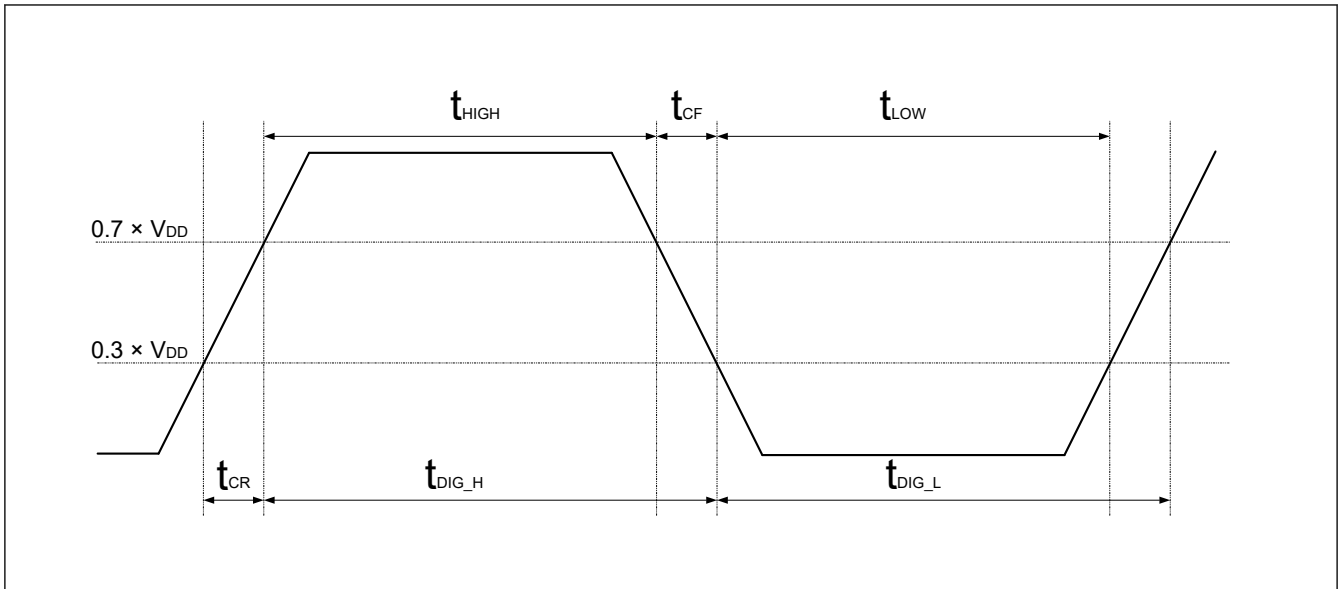

図 2.34  $t_{DIG\_H}$ 、 $t_{DIG\_L}$
2.  $t_{DIG\_L}$  および  $t_{DIG\_H}$  は VIL、VIH を使用した I3C バスのレシーバー終了時の Low および High 期間クロックです (図 2.34 参照)。